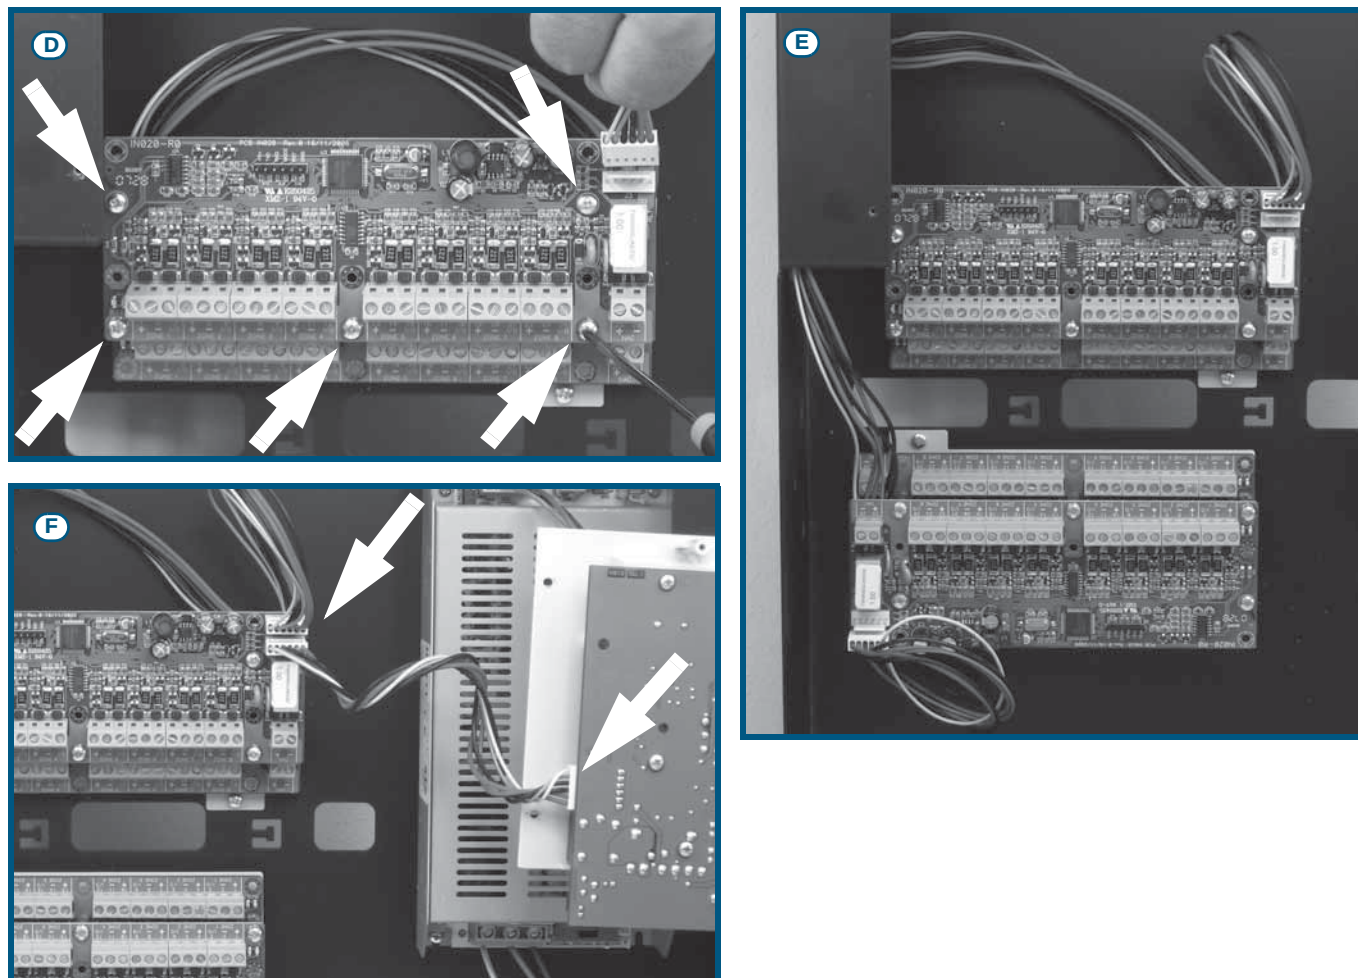

Figura 12 - Montaggio scheda espansione - 2
6. Fissare la seconda scheda di espansione sulle colonnine metalliche (Figura 12 - [D]).
10. Connettere la terza scheda con la seconda (Figura 12 - [E]).
11. Connettere la prima scheda con la centrale utilizzando il connettore apposito (Figura 12 - [F]).